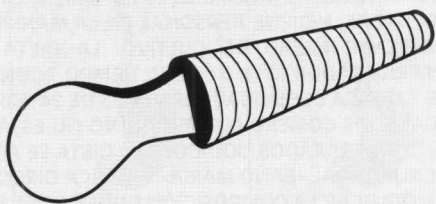

Figura 7.
- Colocar el tapón de la sonda (figura 7).